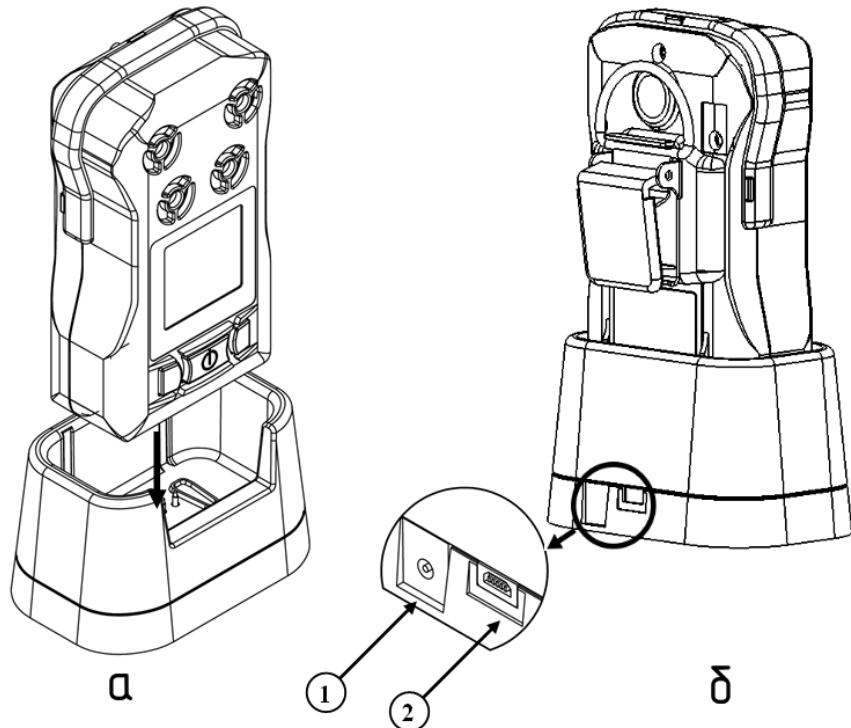

Рисунок 13. Подключение прибора к док-станции
Заряд аккумуляторной батареи прибора должен производиться вне взрывоопасной зоны при помощи док-станции (рис.13а) или автоматической зарядной станции ЗС-GS20. Для заряда к док-станции необходимо подключить зарядное устройство (разъем (1) рис.13б), плотно вставить прибор до появления короткого звукового сигнала